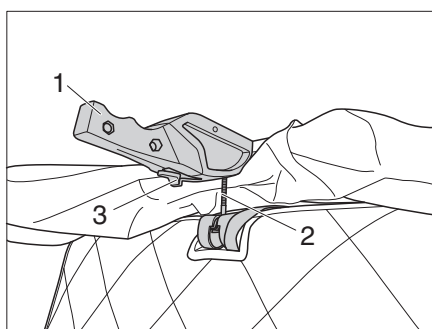

Fig. 13 Fissaggio del bloccaggio
- ▷ Prima della partenza verificare che le leve di chiusura dei bloccaggi (Fig. 13,1) siano fissate correttamente a sinistra e a destra. All'occorrenza, regolare i bloccaggi conformemente alle istruzioni del produttore.
- Inserire il bullone (Fig. 13,2) nella presa di bloccaggio.
- Spingere in alto i bloccaggi (Fig. 13,1) a sinistra e a destra.
- Verificare che nel bullone di chiusura (Fig. 13,2) non siano presenti giochi.
- ▷ Se il bullone di chiusura (Fig. 13,2) ha troppo gioco e il tetto sollevabile non si chiude correttamente, è possibile aggiustare il bloccaggio (vedi capitolo 12.3.2).